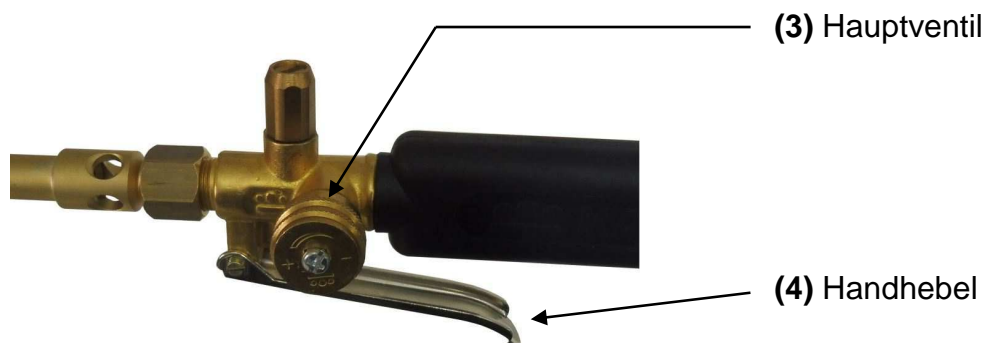

Abbildung 18: Brenner – Hauptventil und Handhebel
Die Arbeitsflamme (Flamme mit angezogenem Handhebel (4), s. Abb. 18) kann in beschränktem Maß durch die Einstellung des Hauptventiles (3) am Brenner reguliert werden.